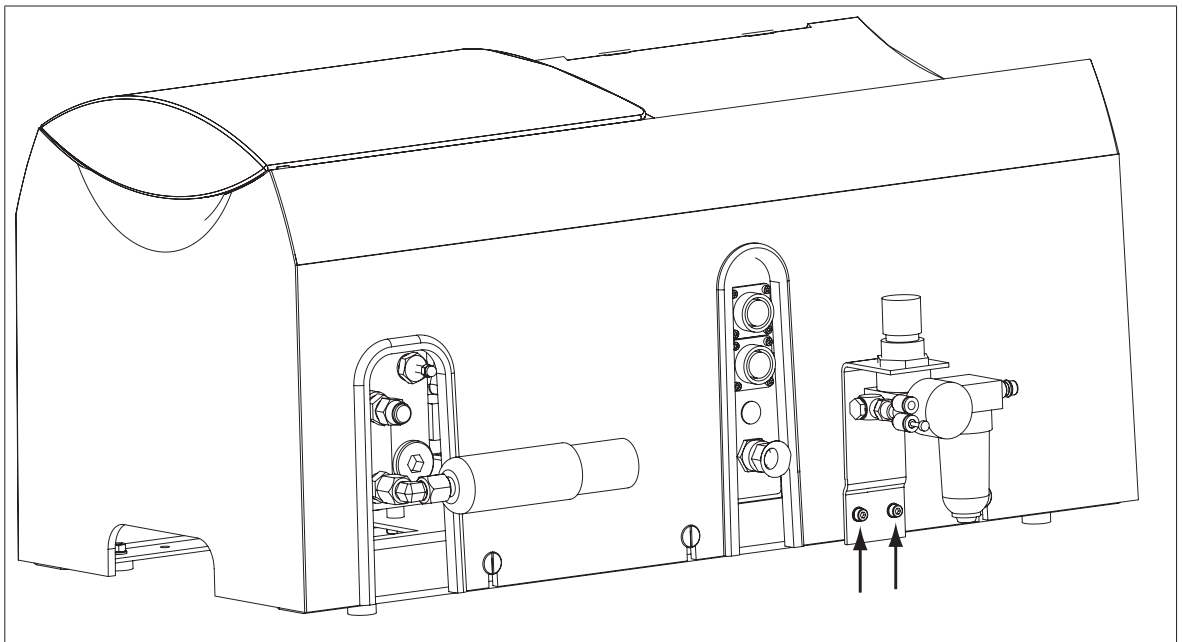

Bild 10.1.2/1: Montage des Sprühlufthanbausatzes
3. Verschrauben Sie den Sprühlufthanbausatz wie in Bild 10.1.2/1 gezeigt. Am Rahmen der Tankanlage sind entsprechende Gewindebohrungen vorgesehen.